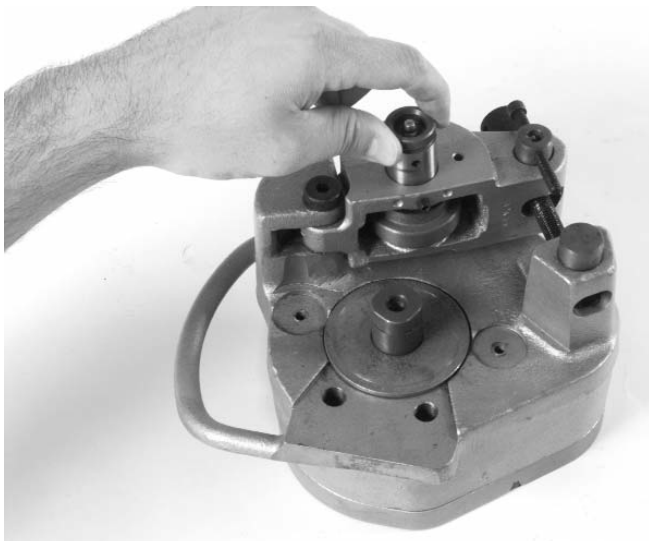

Figura 11 – Introducción del eje del rodillo de ranurado
- Mire a través del orificio en el eje del rodillo ranurador y alinee el rodillo ranurador y las arandelas de empuje con el agujero. Meta el eje del rodillo de ranurado (Figura 11).